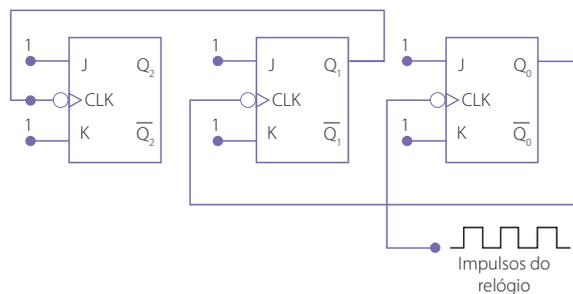

Figura 26. Interligação de flip-flops J-K para contagem binária para três bits.
3. Contadores: outras das aplicações principais dos flip-flops é a sua utilização como elementos de contagem. O contador terá como objetivo contar as alterações do nível de impulsos gerando uma determinada sequência de códigos. Para que este possa executar esta tarefa, o contador deve recordar o número atual, para passar adequadamente ao número seguinte. O circuito apresentado na Figura 26 para além de funcionar como um divisor de frequência, também pode operar como um contador binário. Note-se que as entradas \overline{PRE} e \overline{CLR} deverão estar a nível alto.